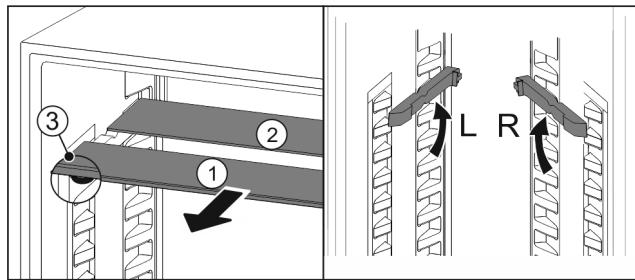

Fig. 94
- Издърпайте Fig. 94 (1) поотделно стъклените площи напред.
- ▷ Стъклената плоча Fig. 94 (1) с декоративната лайстна е отпред.
- ▷ Ограничителите Fig. 94 (3) сочат надолу.